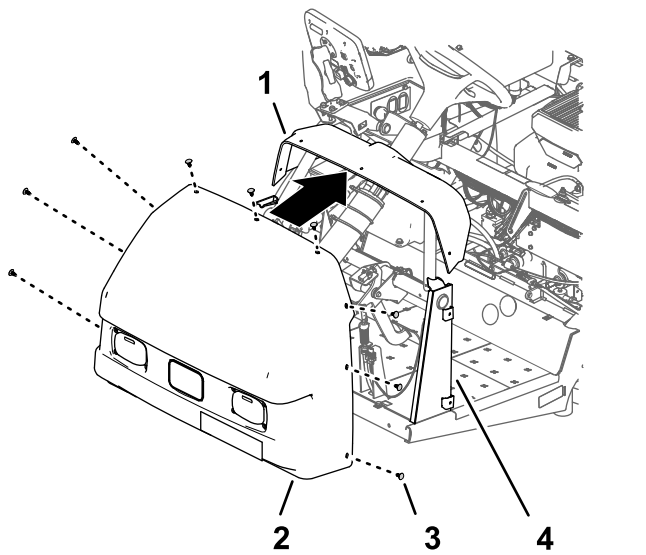

Figure 214
- Alignez les trous dans le capot et les trous dans la planche de bord et le cadre de la machine (Figure 214).
- Fixez le capot à la planche de bord et au cadre avec 9 fixations à pression (Figure 214).